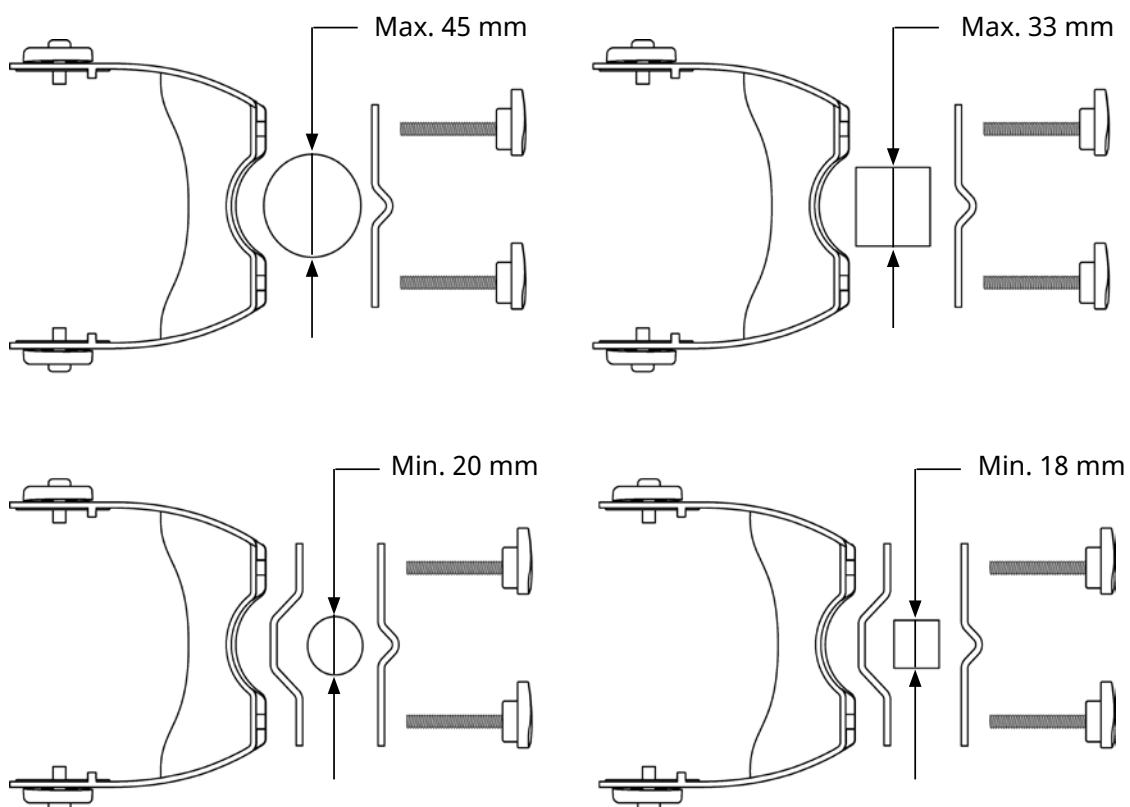

Fig.8: INSP
Värmaren kan fästas på en stolpe eller på ribborna på ett parasoll med parasollfästet INSP (tillbehör). Fästet fungerar på runda stolpar/ribbor med diameter 0-45 mm och kvadratiska med sida 18-33 mm. Innan du monterar värmaren på stolpen, se till att den är stabil och stadig. Monteringsalternativ visas i fig.8.
1. Kontrollera om den inre fästdetaljen behövs, se fig. 8.